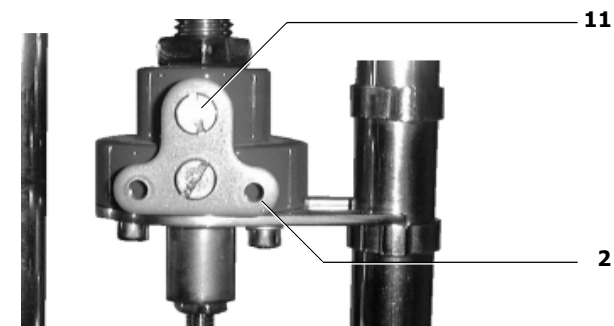

Fig. 21
5.1.8 Coloque o suporte (2) na haste da válvula / actuador, utilizando os 2 parafusos com ranhura M6 (11) (ver Fig. 21). Aperte segundo 4 - 5 N m. Para prevenir que o braço de feedback vá para além dos seus limites de, é importante que o braço de feedback seja colocado na horizontal quando a válvula está na posição de meio curso. Isto ajuda também a garantir que o potenciômetro de feedback está na sua posição intermédia quando a válvula está a 50% do curso. Para ajudar a atingir esta posição, o suporte da haste (2) pode ser deslocado na vertical para cima ou para baixo para se adequar à combinação válvula/actuador.